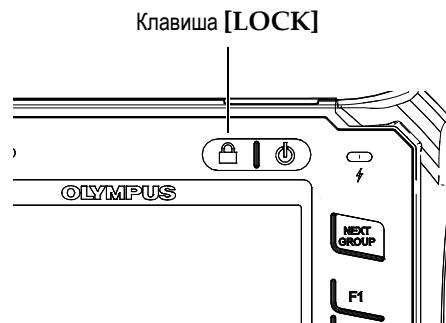

Рис. 2-7 Конфигурация ручки прокрутки - клавиша [**LOCK**]
- Клавиша [**LOCK**] (только конфигурация ручки прокрутки) автоматически блокирует настройку всех параметров во избежание нежелательных изменений параметров вследствие случайного поворота ручки прокрутки (см. Рис. 2-7 на стр. 36).